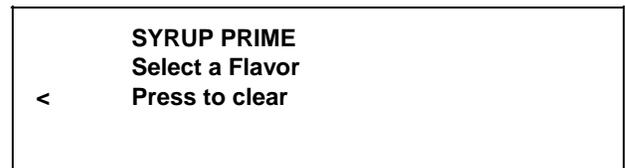

图 50
9. 按 CALIBRATION 键  以进入 SYRUP PRIME 模式。（见图 50。）